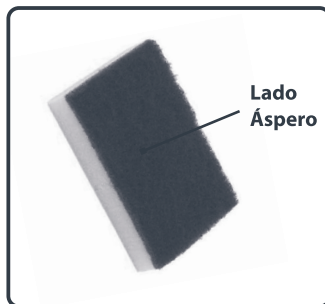

Fig. 13
**!** **NUNCA utilize o LADO ÁSPERO da esponja para a limpeza (Fig. 13).**